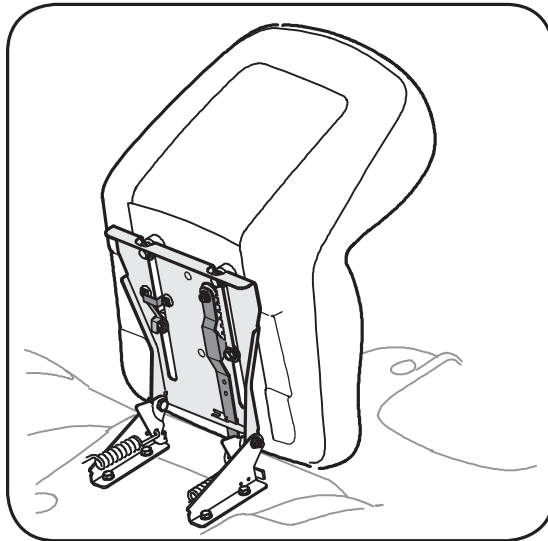

Figure 3-5
REMARQUE : Si le siège a été installé à l'envers sur le support de pivotement pour l'expédition, dégagez l'attache qui se trouve sur la butée et maintenez-la en position ouverte pendant que vous dégagez le siège du support de pivotement. Voir la Figure 3-5.
2. Faites glisser le siège jusqu'à ce que la cale d'écartement avant s'enclenche dans la butée. Voir la Figure 3-5.